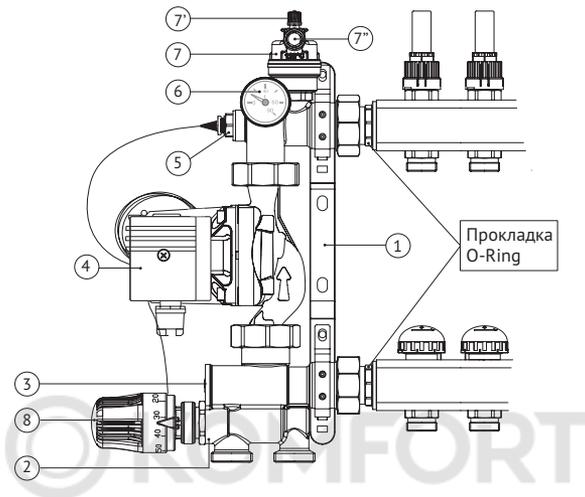
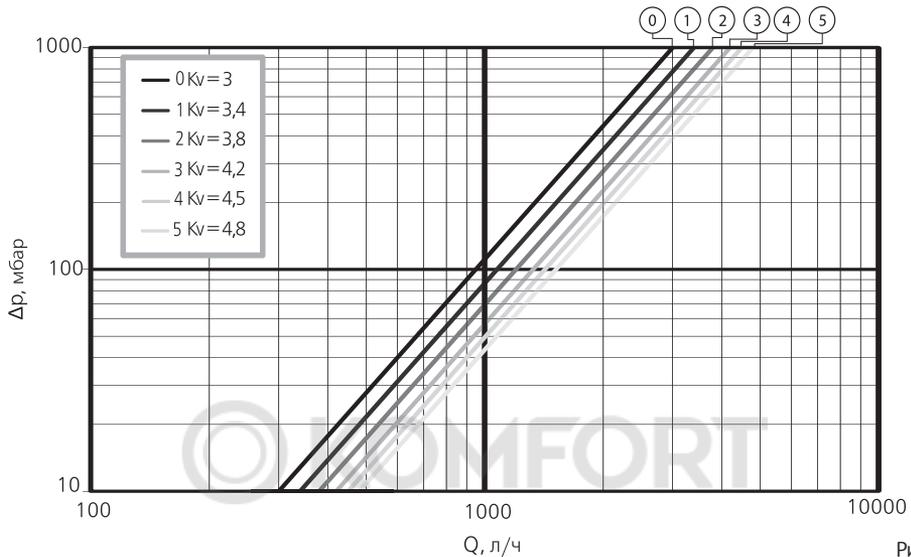

Рис. 2
Рис. 3
Чёрный колпачок сверху (см. рис. 2 поз 7') – это запорный элемент ручного воздухоотводчика.
Серый винтик сбоку (см. рис. 2 поз 7") – это запорный элемент автоматического воздухоотводчика.
2. При помощи монтажного кольца головки закрепите её на смесительном клапане (рис. 2 поз. 2).
3. Поместите датчик в гнездо температурного датчика (рис. 2 поз. 5).
Рск - потеря давления в смесительном клапане определяется по диаграмме гидравлических характеристик (рис. 3). Расходу 1032 л/ч соответствуют 6 разных кривых Рск при разных настройках байпаса (рис. 2 поз. 3): чем меньше открыт байпас, тем быстрее достигается требуемая температура на подаче, и наоборот, при максимально открытом байпасе увеличивается расход и одновременно сокращается колебание температуры подачи, связанное с открытием-закрытием различных зон, на которые разделяется система отопления.
Температура подачи низкотемпературного контура отопления задаётся на термостатической головке (рис. 2 поз. 8), с диапазоном установки от 20 до 65 °С, и поддерживается постоянной благодаря действию термостатического клапана. Термостатический элемент головки подключён с помощью капиллярной трубки к погружному датчику.